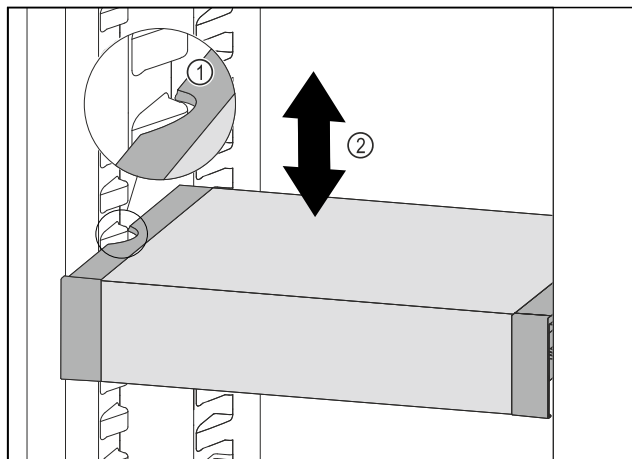

Fig. 92
- ▶ Húzza előre felé a VarioSafe fiókot annyira, hogy a VarioSafe oldalsó kivágásai a hűtőrészben a tartóborda magasságában legyenek. Fig. 92 (1)
- ▶ A hűtőrészben a VarioSafe fiókot mozgassa felfelé vagy lefelé a kívánt magasság eléréséig. Fig. 92 (2)